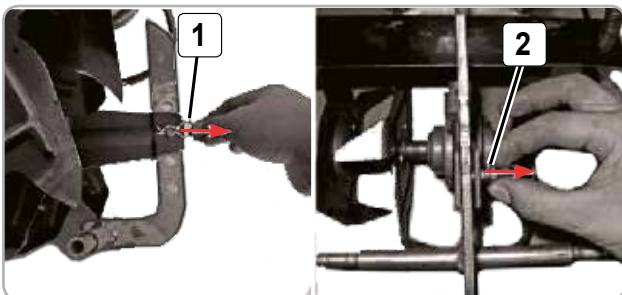

Fig.4
- Scoateți știftul de fixare Fig 4 (1) din pivot
- Îndepărtați pivotul Fig 4 (2) de pe osie